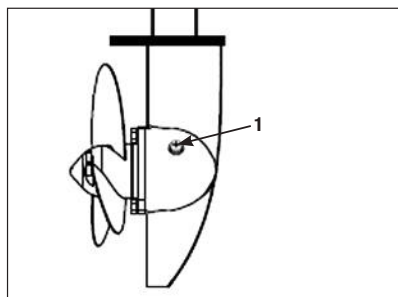

Рис. 20 Замена масла
2. Открутите пробку 1 контрольного отверстия (Рис. 20).
5. Закрутите на место пробку 1 контрольного отверстия (Рис. 20).